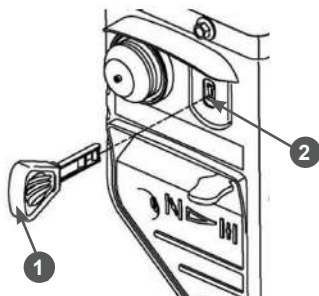

Рис. 28. Установка ключа выключателя зажигания
5. Вставьте ключ 1 в гнездо 2 выключателя зажигания (Рис. 28).
При возникновении аварийной ситуации, для экстренной остановки двигателя извлеките ключ из гнезда выключателя зажигания (Рис. 28).
- Извлеките ключ из гнезда выключателя зажигания (Рис. 28).